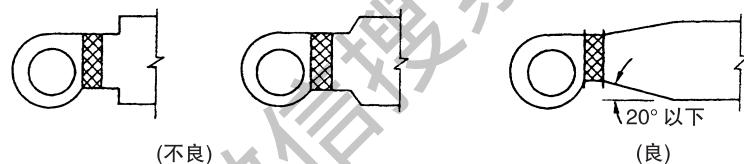

图 1.7 风机排出风管的连接
(3) 风机的排出口与风管连接时，要避免突然变径，应是倾角保持在 20° 以内的逐渐放大。参照图 1.7。